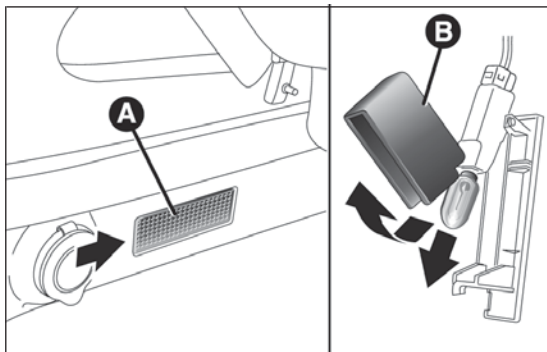

fig. 199
- ☐ abrir el maletero y extraer el plafón A fig. 199 actuando en el punto que indica la flecha;